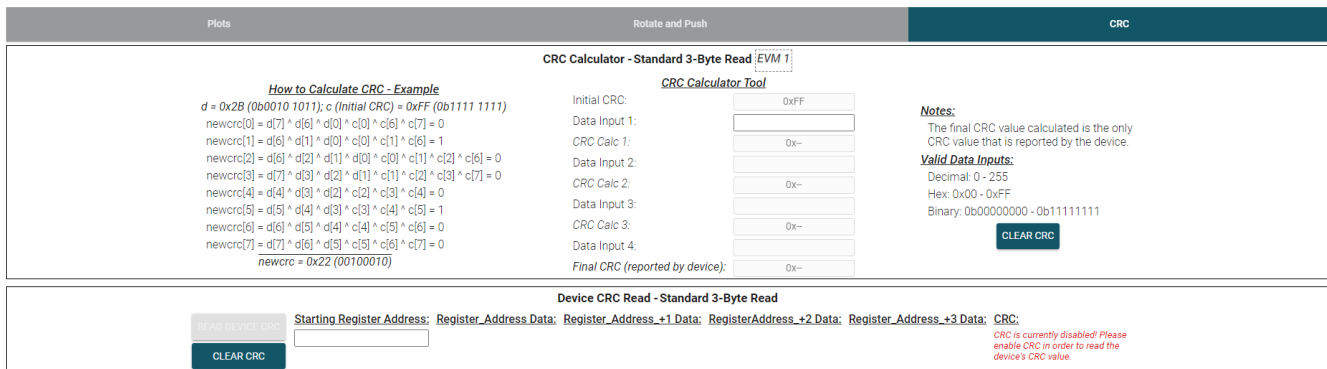

图 3-17. CRC GUI 页面
2. 转到 **Results Data** 页面中的 **CRC** 选项卡 ( 请参阅图 3-17 ) 。